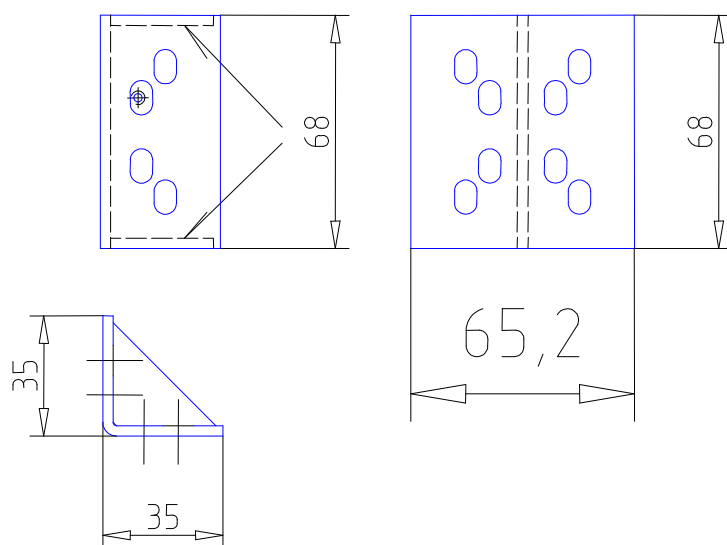

Рисунок 3.7 – Батарейный стеллаж Штиль MBS-01. Опора (переходник для вертикального масштабирования стеллажей)
4.1 Закрепить винтами М6*16 опоры (рисунок 3.7) на стойках изделия (рисунок 3.3, 3.5).